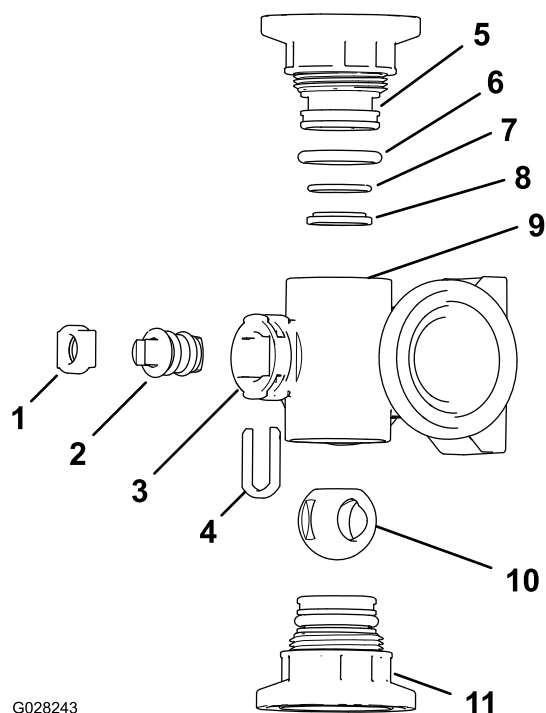

Figura 120
2. Retire o conjunto das duas uniões de cada extremidade do corpo do coletor (**Figura 120 e Figura 121**).
4. Retire a fixação da haste das ranhuras na porta da haste no coletor (Figura 120 e Figura 121).
5. Retire a fixação da haste e o encaixe da haste da válvula do coletor (Figura 120 e Figura 121).
6. Do corpo do coletor, retire o conjunto da haste da válvula (Figura 120 e Figura 121).
1. Verifique o estado dos anéis de retenção da união de saída (apenas coletor da válvula de secção), dos anéis de retenção do tampão, dos anéis de retenção de encaixe posterior, do encaixe da esfera para ver se há danos ou desgaste (Figura 120 e Figura 121).
2. Aplique lubrificante na haste da válvula e insira-a no encaixe da haste da válvula (Figura 120 e Figura 121).
3. Instale a haste da válvula e o encaixe no coletor e fixe a haste e o encaixe com a fixação da haste (Figura 120 e Figura 121).
4. Certifique-se de que o anel de retenção de encaixe posterior e o encaixe da esfera estão alinhados e encaixados na união do tampão (Figura 120 e Figura 121)
5. Instale o conjunto da união do tampão no corpo do coletor até a flange da união do tampão tocar no corpo do coletor (Figura 120 e Figura 121); depois rode a união do tampão mais 1/8 a 1/4 de volta.